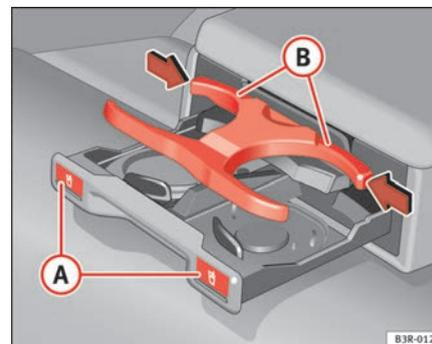

Fig. 132 Porte-gobelets dans l'accoudoir arrière
- Appuyez sur le symbole  **A** ⇒ fig. 132.